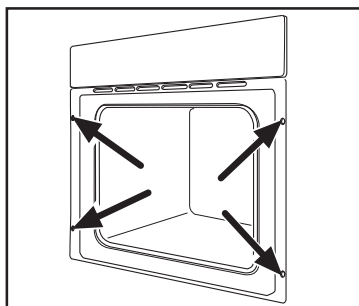

Fig. 11
- Ouvrir la porte du four et fixer le corps du four au meuble à l'aide de quatre vis à bois s'adaptant aux trous pratiqués à cet effet sur les montants latéraux (Fig. 11).